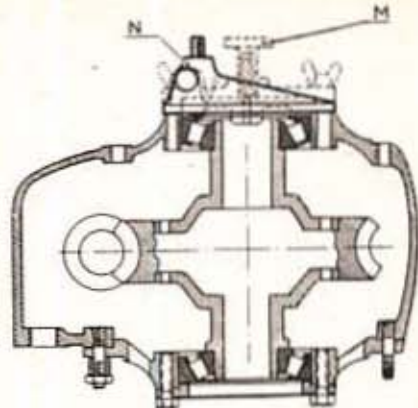

Fig. 115. — Détermination de l'épaisseur de cales à ajouter
- Déterminer au moyen du calibre N l'épaisseur de cales nécessaires (fig. 115).